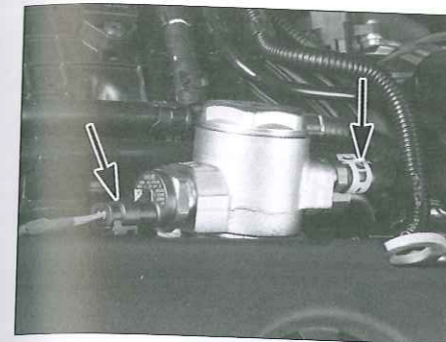

Fig. 64
- Desenganchar los flexibles (4) y abrir la grapa (5).
- el conector de la bomba de alta presión (Fig.64),